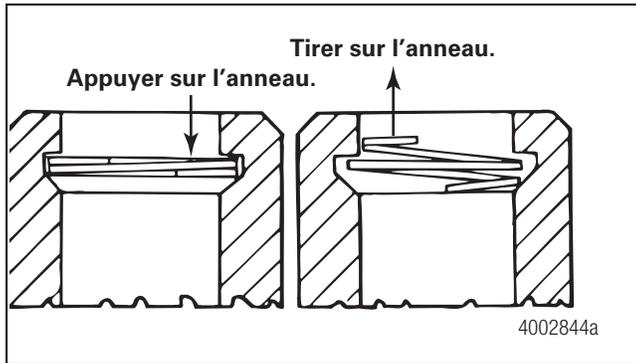

Figure 3.14
3. À l'aide d'un petit tournevis, appuyer sur un côté de l'anneau de retenue du piston pour déloger ce dernier de sa rainure. Figure 3.14.
4. Écarter les spires de l'anneau. Prendre une pince pour défaire l'anneau et le sortir de sa rainure. Utiliser un anneau neuf lors du réassemblage du dispositif de rattrapage de jeu. Figure 3.14.